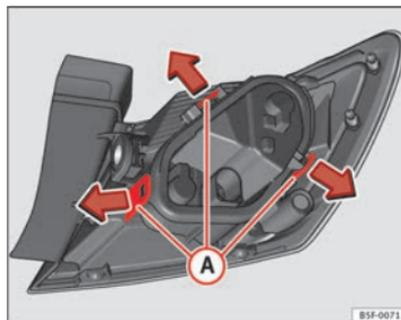

Fig. 153 Lengüetas de fijación en la parte posterior de la unidad de luz trasera
- Desmonte el portalámparas ⇒ fig. 153 desbloqueando las lengüetas de fijación A.